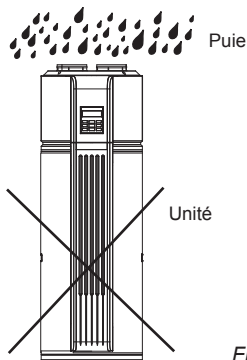

Fig. 3-6
- Si la pluie pénètre dans les composants internes de l'unité, les composants peuvent s'abîmer ou représenter un danger physique. (Fig. 3-6)